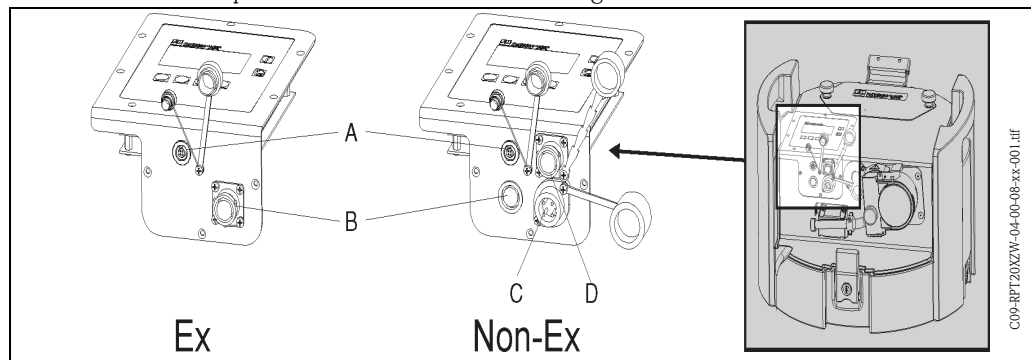

Abb. 4: Elektrische Anschlüsse des Gerätes
4.1.1 Anschluss Signalkabel (=> Abb. 4, Pos. B)
4.1.2 Anschluss RS232 Schnittstelle (=> Abb. 4, Pos. A)
4.1.3 Anschluss Ladegerät (=> Abb. 4, Pos. C)
4.1.4 Anschluss Multiparametersonde (optional; => Abb. 4, Pos. D)